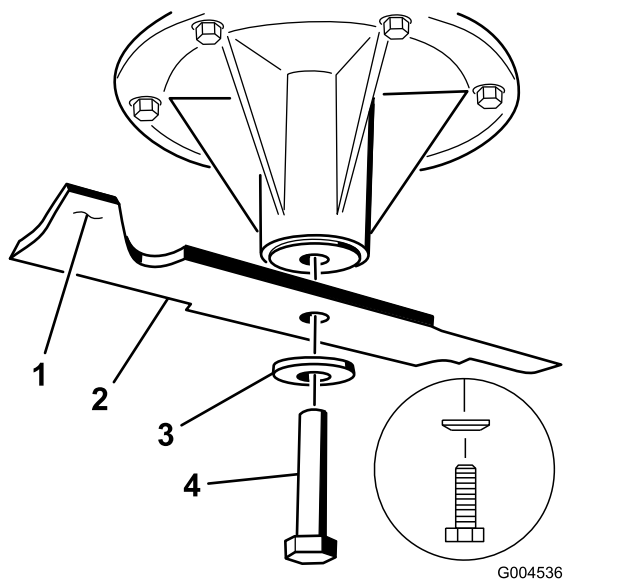

Figure 110
2. Enlevez le boulon, la rondelle bombée et la lame de l'axe (Figure 110).